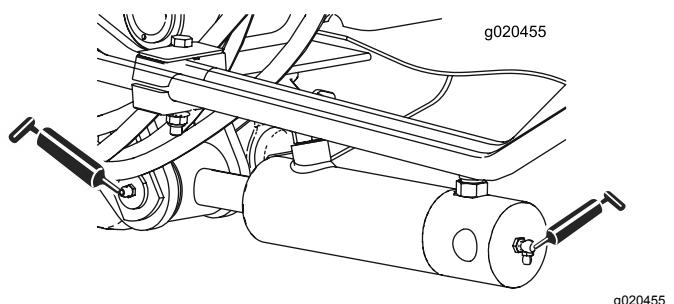

Figura 63
- Dois (cada lado) casquilhos do cilindro do braço de elevação (Figura 63)